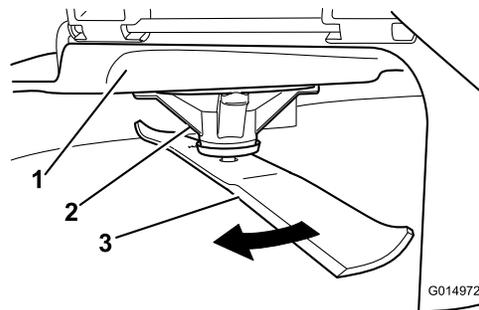

Рисунок 57
2. Используя толстые перчатки или другие подходящие средства защиты рук, медленно поверните нож в положение, позволяющее измерить расстояние от режущей кромки до уровня горизонтальной поверхности, на которой стоит машина (Рисунок 57).